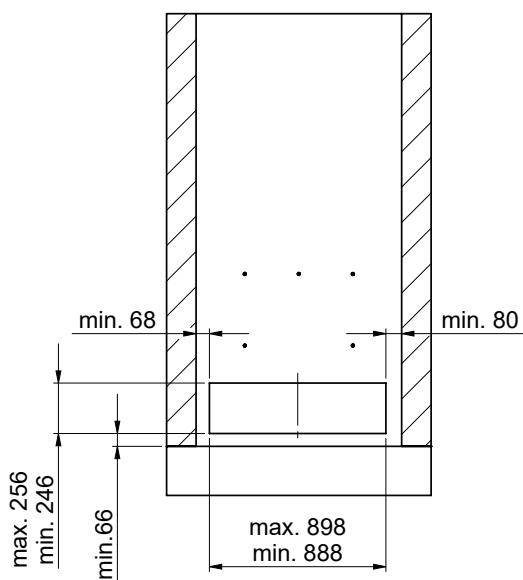

Fig. 35 Canalizzazione a muro per paratia antifiamma
► Realizzazione del condotto a parete per paratia antifiamma secondo lo schizzo Fig. 35.
Le dimensioni indicate nello schizzo Fig. 35 devono essere rigorosamente rispettate. L'intradosso dell'apertura a parete deve essere dotato di uno strato protettore liscio a causa dei requisiti di protezione antincendio